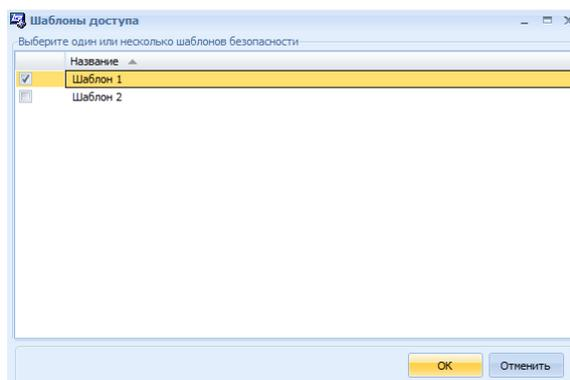

Рисунок 23.14 Окно «Выбор шаблонов безопасности»
- **Шаблон** - нажав кнопку **Изменить** можно выбрать один из настроенных шаблонов безопасности, в этом случае предыдущие поля заполнять не требуется (Рисунок 23.14). Создать шаблон можно в закладке **Шаблоны охраны** См. 23.5.1.